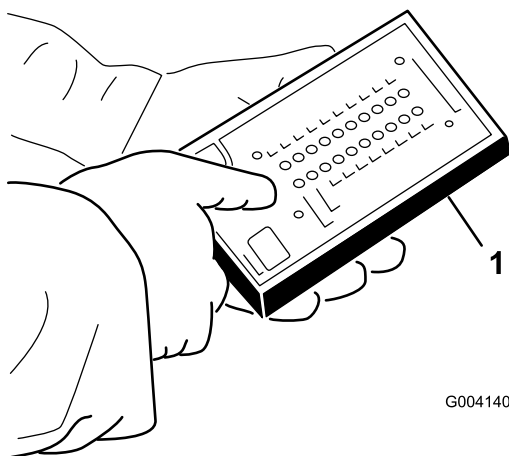

**Figure 18**
3. Localisez le faisceau de câblage et les connecteurs près du module de commande (Figure 18).